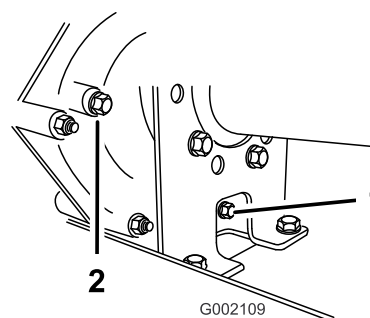

Figure 59
2. Essuyez la surface autour des bouchons de remplissage et de vidange avec un chiffon (Figure 59).
4. Dévissez et enlevez le bouchon de remplissage (Figure 59).
5. Dévissez et enlevez le bouchon de vidange (Figure 59).
6. Remettez et serrez le bouchon de vidange et le joint dans le trou de la transmission (Figure 59).
pour que le niveau de liquide atteigne le bas du filetage (Figure 59).
8. Remettez et serrez le bouchon de remplissage et le joint dans le trou de la transmission (Figure 59).
10. Contrôlez le niveau de liquide et faites l'appoint si le niveau est en dessous du filetage du trou du bouchon de remplissage (Figure 59).